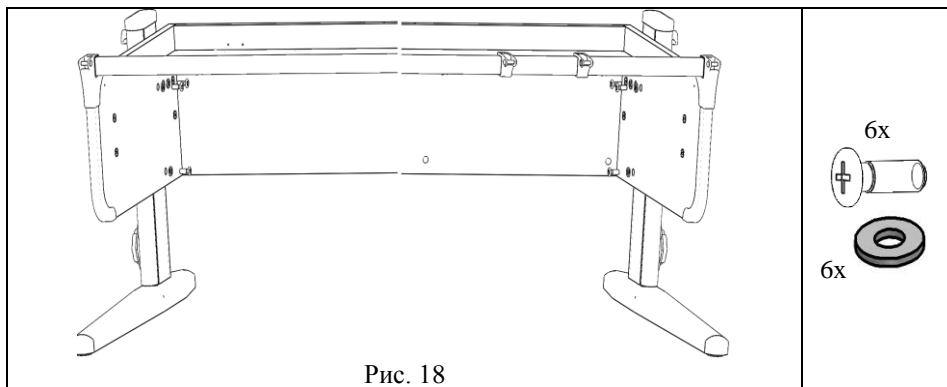

Рис. 18
5.3.3. Ввернуть и затянуть винт М8х20 (поз. 5, пакет № 158) через шайбу (поз. 6, пакет №158) в стойки левую и правую согласно рис. 18.